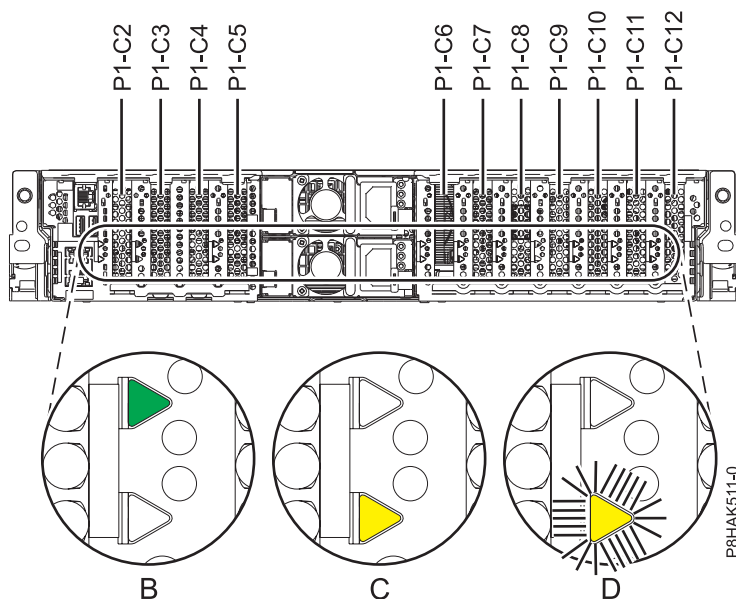

Figura 24. Localizações de ranhuras de adaptadores PCIe e localizações de LEDs no sistema 5148-21L, 5148-22L, 8247-21L, 8247-22L, 8284-21A ou 8284-22A
Se estiver a prestar assistência a um adaptador PCIe avariado, procure o LED amarelo intermitente do adaptador PCIe avariado que definiu para intermitente no passo para identificar o componente avariado. Consulte a Figura 24 que mostra o estado dos LEDs. Tenha em atenção de que o LED âmbar para o adaptador PCIe avariado está **Intermitente**, tal como é demonstrado em (D) na Figura 24
Aviso: Se o adaptador PCIe estiver a funcionar correctamente o LED de Actividade está **LIGADO** (verde) e o LED âmbar de Erro está **DESLIGADO**, como é demonstrado em (B) na Figura 24. Não tente remover o adaptador PCIe em funcionamento.